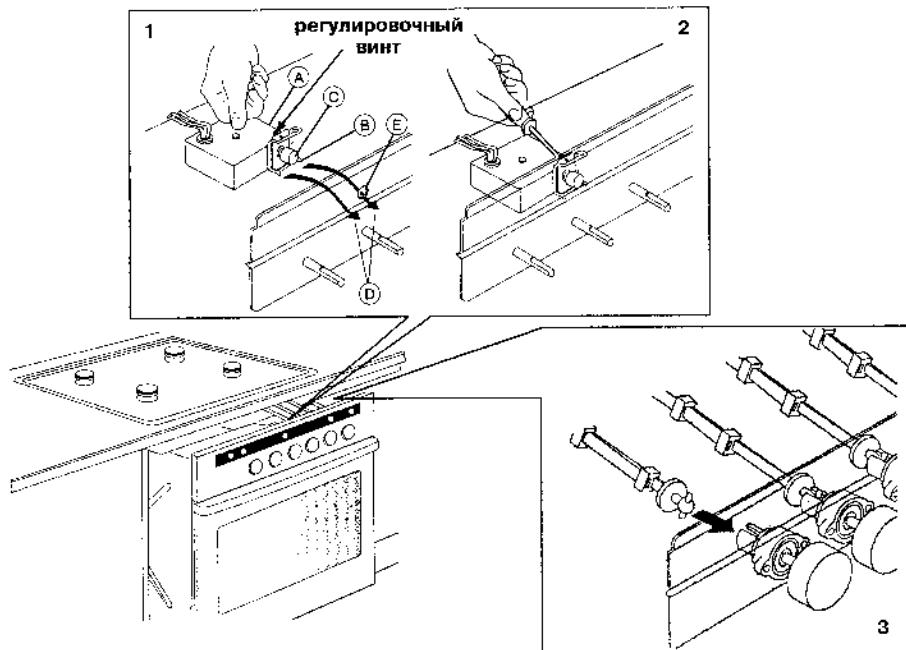

Рис. 21
- Распределительная коробка (A) имеет три выступа (B) и кнопку (C), которые должны войти в прорези (D) и (E) соответственно в опоре панели управления духовкой (рис. 21).
- Закрепите и отрегулируйте выключатель поджига (рис. 21). Нажимайте и завинчивайте либо отвинчивайте регулировочный винт до тех пор, пока не будет обеспечен поджиг.
- Подвиньте духовку или блок переключателей к соединительным принадлежностям и закрепите три телескопических элемента в канавке соответствующего исполнительно-го механизма (рис. 21).